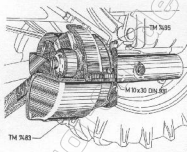

Abb. 13
12. Der **untere Schutzkasten** TM 7483 wird mit den Sechskantschrauben M 10 x 30 und den dazugehörigen Federringen B 10 am Vorgelege gemäß Abb. 3 befestigt. Der **obere Schutzkasten** TM 7495 wird mit einer Sechskantschraube M 10 x 30 sowie Sechskantmutter und Federring am unteren Schutzkasten TM 7483 befestigt (Abb. 13).